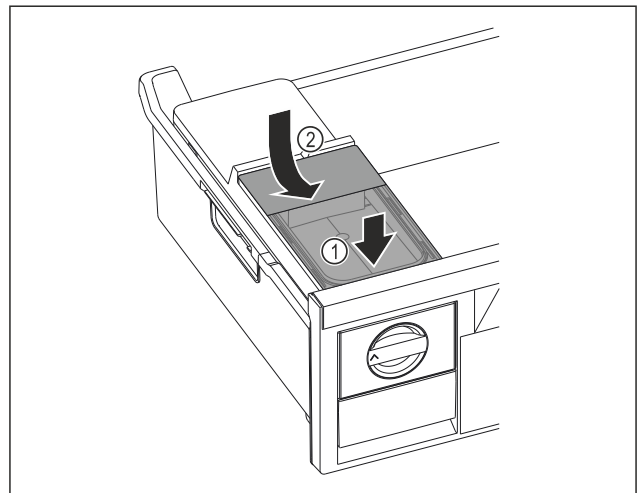

Fig. 76
- ▶ Sett fast fronten på vannbeholderen. Fig. 76 (1)
- ▶ Senk vannbeholderens bakdel. Fig. 76 (2)